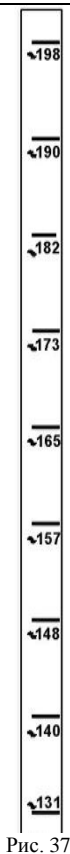

Рис. 37
5.3. На стойках (см. рис. 36, 36А) нанесена шкала (рис. 37), облегчающая выбор настройки высоты столешницы в зависимости от роста пользователя.